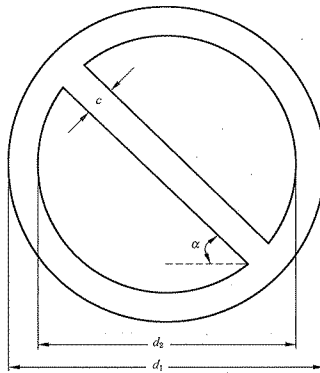

图1 禁止标志的基本型式
4.1.1 禁止标志的基本形式是带斜杠的圆边框,如图1所示。